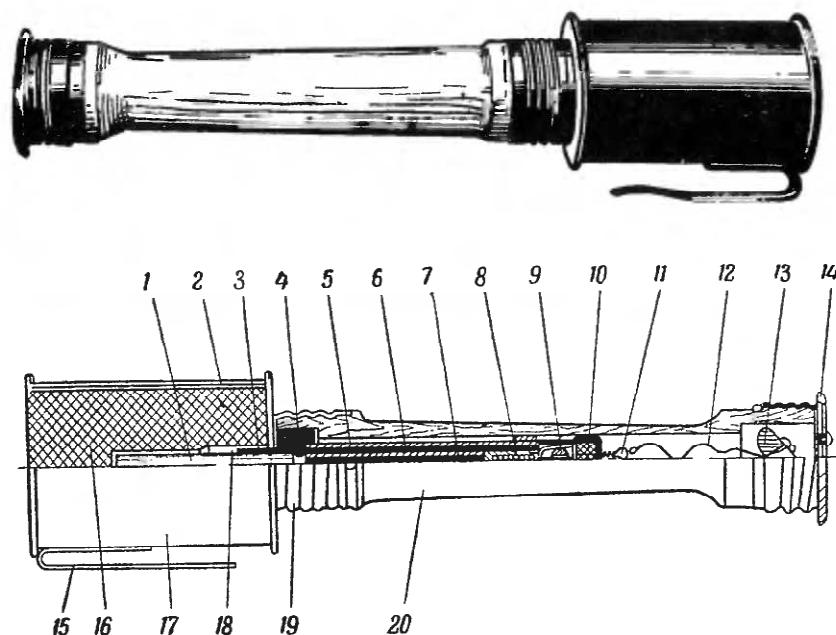

Рис. 86. Общий вид и разрез ручной гранаты с деревянной рукояткой
2. Ручная граната с деревянной рукояткой (не финского производства) (рис. 86)